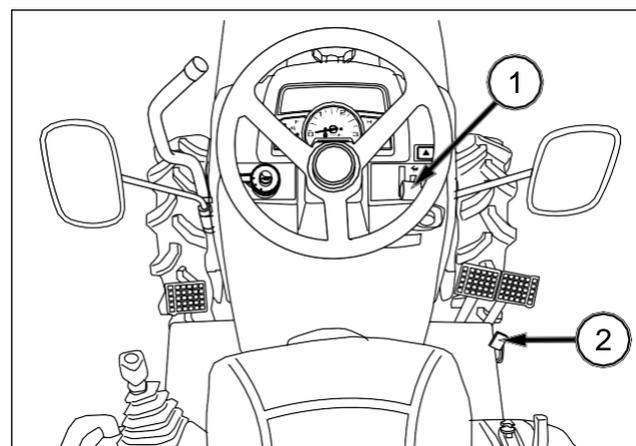

FIG. 51
FIG. 51: La palanca de aceleración manual (1) regula el régimen del motor y permanece en la posición elegida por el usuario. Si la palanca se coloca en la posición trasera, el motor se queda al ralentí. El régimen del motor aumenta a medida que se empuja la palanca hacia delante.